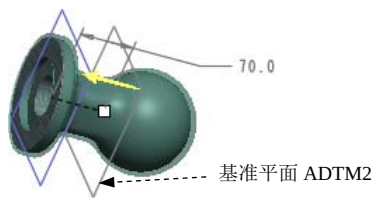

图 7.1.7 创建基准面 ADTM2
Step6. 在“操作”操控板单击**基准**按钮，在弹出的菜单中选择**□**命令，系统弹出“基准平面”对话框。选取 NC_ASM_TOP 基准面为参考平面，然后在**平移**文本框中输入数值 70，创建图 7.1.7 所示的基准平面 ADTM2。